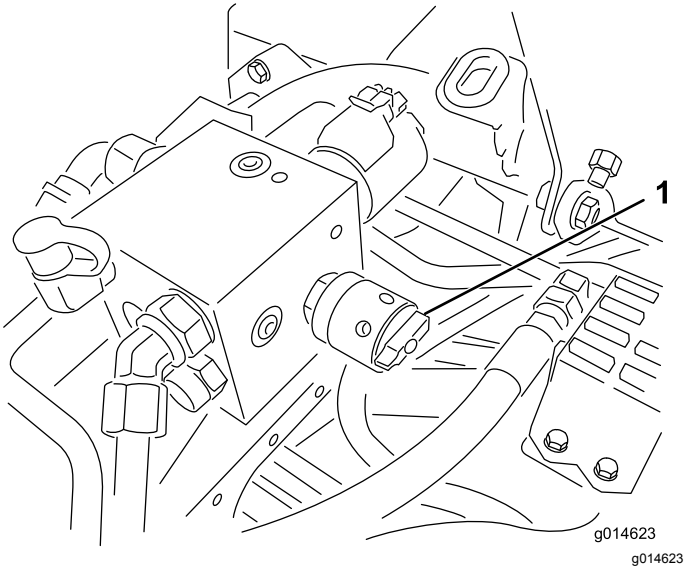

Figura 35
4. Para establecer la velocidad de los molinetes, gire el pomo (Figura 35) hasta que las flechas apunten al número que indique el ajuste deseado.